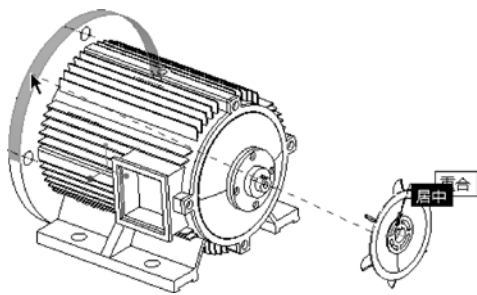

图 7-82 居中约束
- 旋转后,再在“放置”选项板新建“居中”约束,将风扇装配到轴上,如图 7-82 所示。